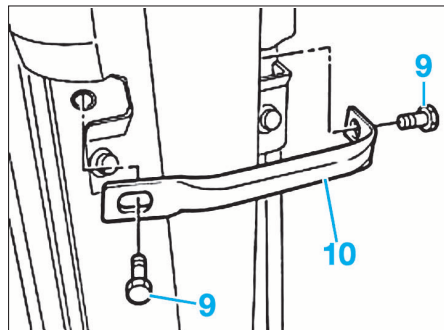

FIG. 102
Déposer les vis (9), puis déposer la barre (10) (Fig.102).